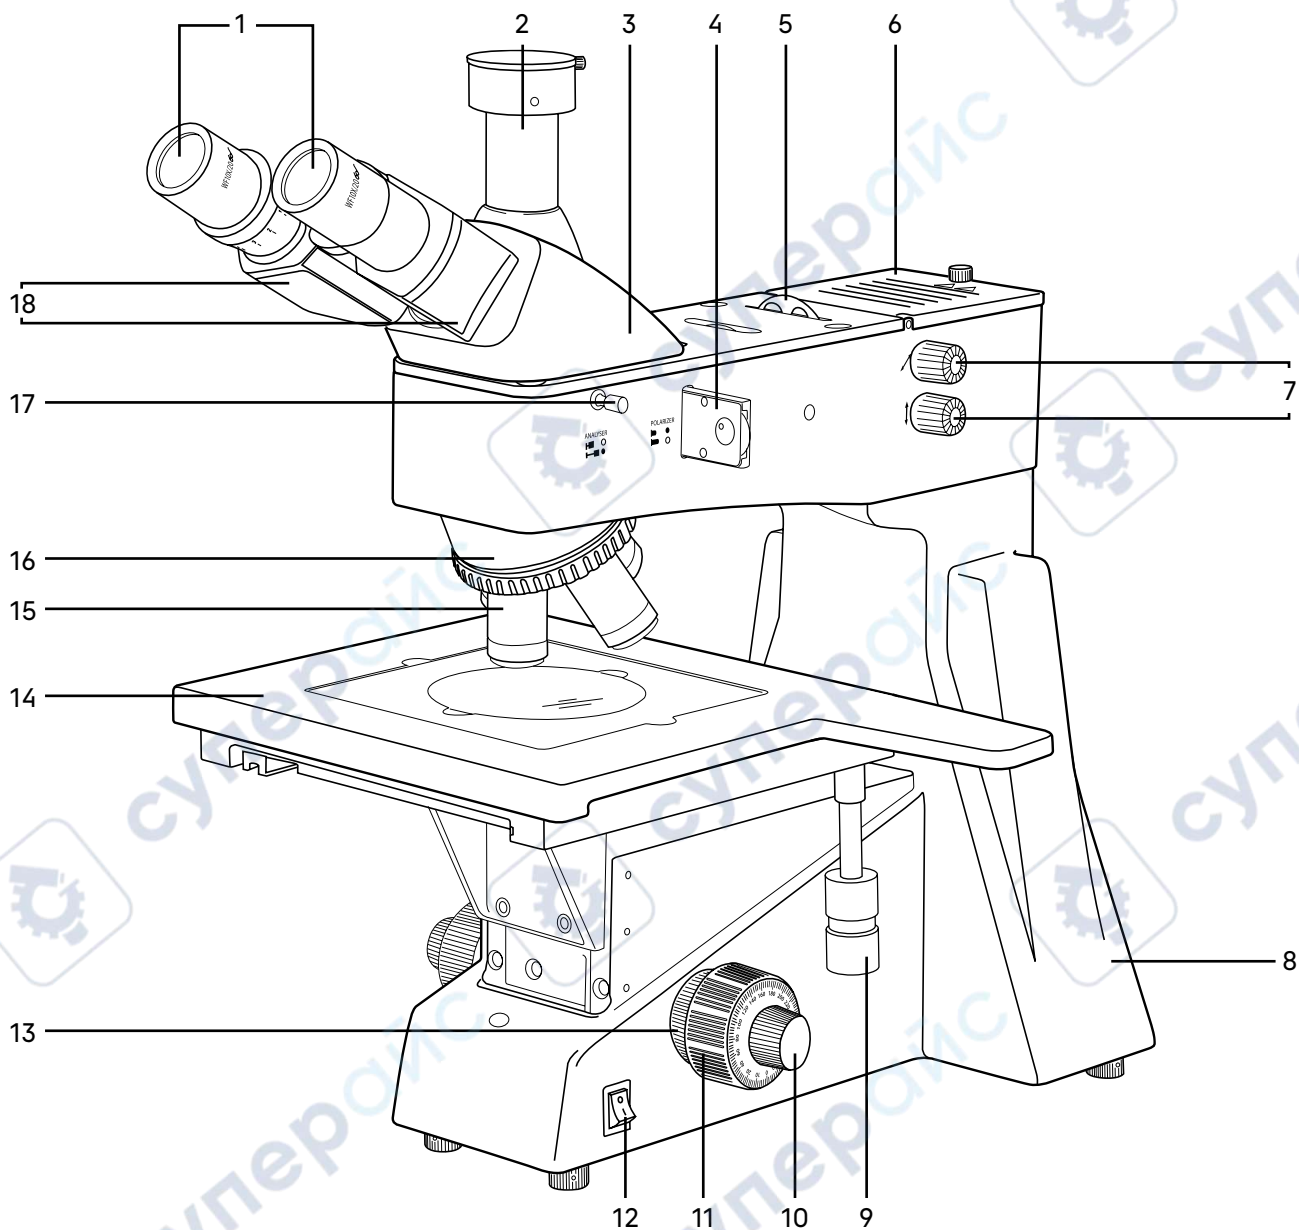
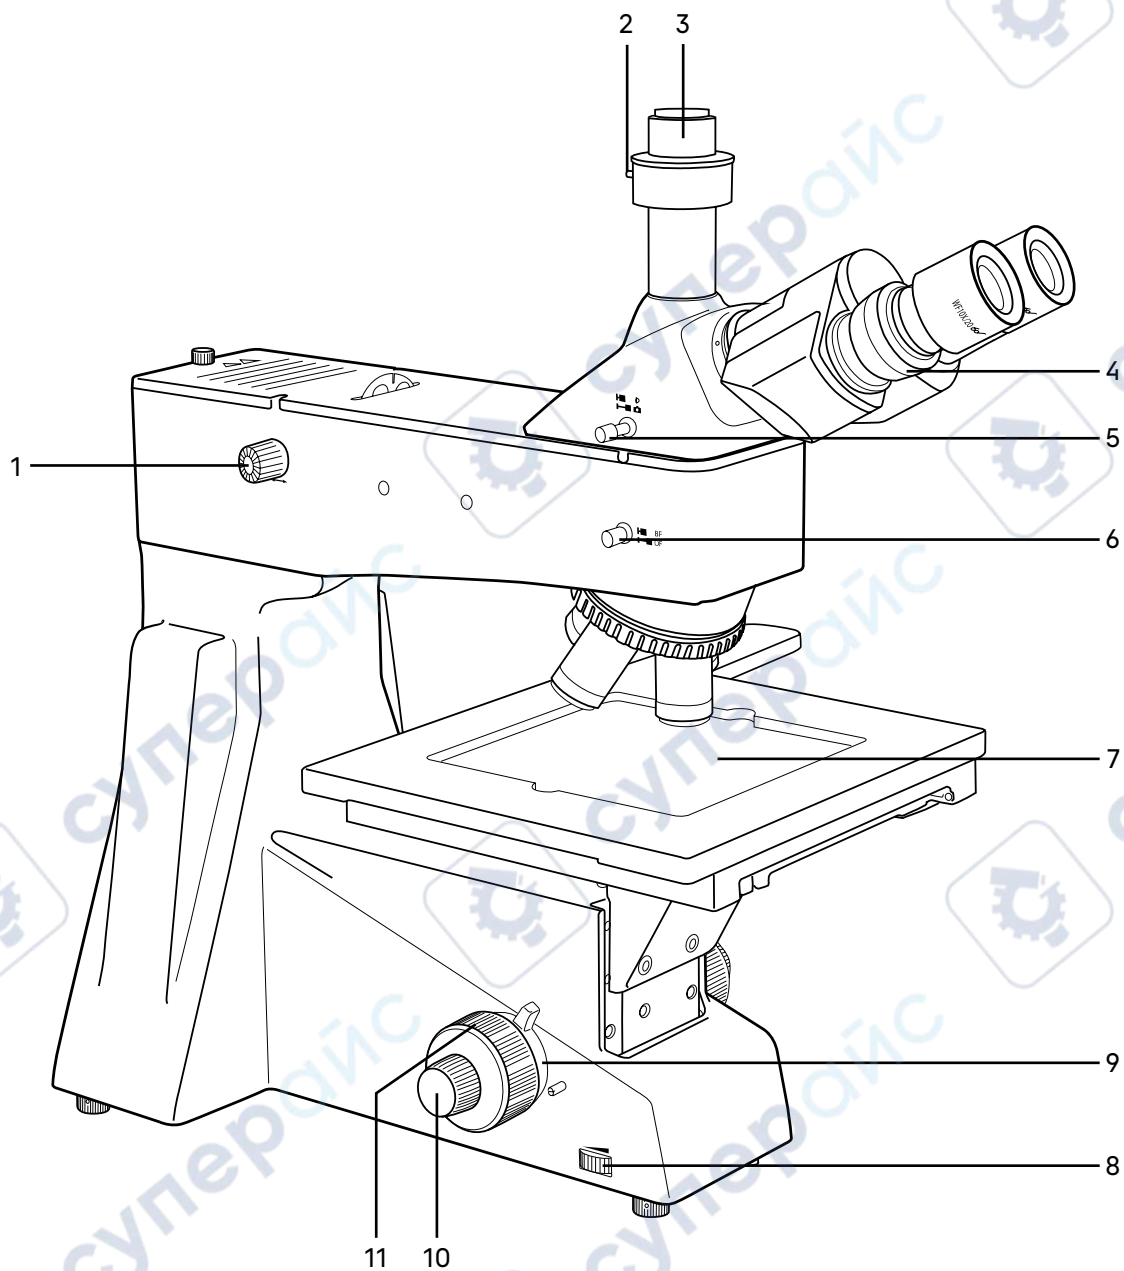

Рис. 1. Микроскоп MAGUS Metal 650. Вид справа
Рис. 2. Микроскоп MAGUS Metal 650. Вид слева
Общий вид микроскопа представлен на рис. 1 и 2.
На штативе 8 (рис. 1) закреплены:
- осветитель отраженного света 6 (рис. 1);
- предметный столик 14 (рис. 1).
На правой боковой поверхности штатива расположен выключатель 12 (рис. 1) сетевого напряжения. В положении «→» включается, а в положении «0» выключается сетевое напряжение.
На левой боковой поверхности штатива расположен диск для регулировки напряжения питания источника света 8 (рис. 2).
Фокусировка на объект осуществляется перемещением по высоте предметного столика. Грубая фокусировка производится вращением рукояток 10 (рис. 1, 2).
Тонкая фокусировка производится вращением рукояток 9 (рис. 1, 2). Тонкая фокусировка требуется для более точного фокусирования на объект и для подфокусировки микроскопа на резкость изображения при смене объективов и препаратов. Цена деления тонкой фокусировки – 0,7 мкм.
Механизм регулировки жесткости хода грубой фокусировки 13 (рис. 1) – кольцо между штативом и рукояткой грубой фокусировки с правой стороны. С помощью кольца регулируется жесткость хода грубой фокусировки так, чтобы жесткость была комфортной для пользователя, но при этом предметный столик не опускался самопроизвольно во время работы.
Механизм блокировки грубой фокусировки 9 (рис. 2) расположен с левой стороны. После завершения грубой фокусировки рекомендуется перевести рукоятку в крайнее положение в направлении по часовой стрелке. Таким образом закрепится положение грубой фокусировки для быстрой рефокусировки после смены препарата.
Тринокулярная визуальная насадка 3 (рис. 1) обеспечивает визуальное наблюдение изображения объекта. Визуальная насадка устанавливается на осветитель отраженного света и закрепляется винтом.
Один из тубусов имеет механизм диоптрийной подвижки окуляров 4 (рис. 2) для компенсации аметропии глаз наблюдателя.
В вертикальный тубус 2 (рис. 1) корпуса визуальной насадки (канал визуализации) с помощью переходника C-mount 3 (рис. 2) устанавливается система визуализации с монитором. Переключение светового потока на вертикальный тубус производится рукояткой 5 (рис. 2), расположенной на левой стенке визуальной насадки. Рукоятка имеет два положения: 100/0 и 0/100.
В комплект микроскопа входят окуляры 1 (рис. 1). Окуляры имеют высокое положение выходного зрачка и предназначены для работы как в очках, так и без них.
Револьверное устройство 16 (рис. 1) обеспечивает установку пяти объективов 15 (рис. 1). Смена объективов производится вращением револьверного устройства за конусную рифленую поверхность до фиксированного положения.
Двухкоординатный механический предметный столик 14 (рис. 1) закреплен на штативе.
Перемещение столика осуществляется как при помощи рукоятки 9 (рис. 1), так и при помощи выступающей ручки на столике.
В центр столика устанавливается квадратная стеклянная вставка 7 (рис. 2). Размеры вставки: 218 x 218 мм.
Для проведения наблюдений в поляризованном свете микроскоп оснащен устройством простой поляризации, которое включает в себя встроенный анализатор 17 (рис. 1) и съемный поляризатор 4 (рис. 1). Поляризатор вращается в диапазоне 0–360°.
В комплект микроскопа входит круглая пластина со светофильтрами 5 (рис. 1). Пластина имеет 5 положений: желтый, зеленый, синий, матовый фильтры, а также свободное отверстие. Светофильтры помогают правильно настроить цветопередачу в зависимости от образца исследования, улучшить цветовой баланс и повысить контрастность и яркость изображения.